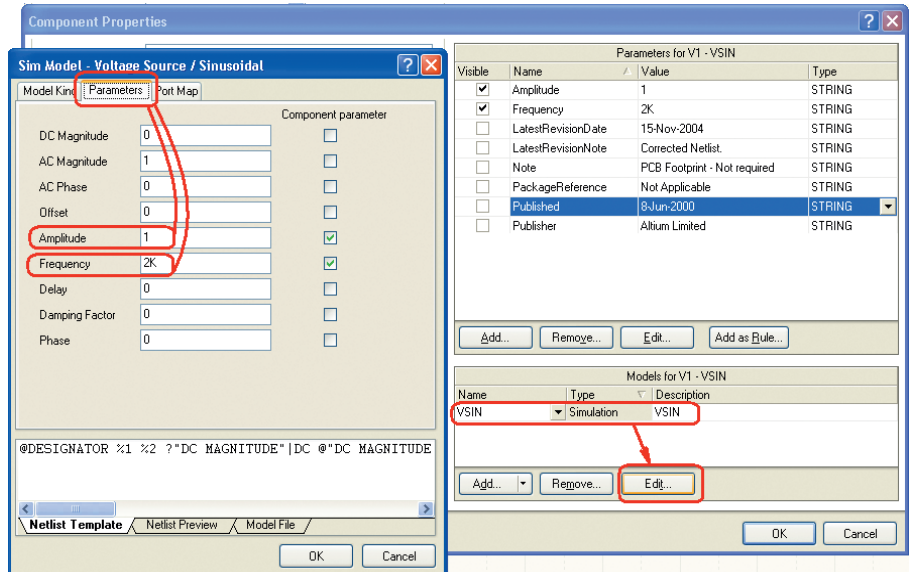

Рис. 2. Установка параметров сигналов
**Шаг 4 – установка параметров компонентов схемы.** В рассматриваемом примере в качестве источника сигнала выступает компонент VSIN, который расположен в подключенной библиотеке *Simulation Sources.IntLib* и представляет собой источник синусоидального сигнала. После установки источника выполняем на нём двойной щелчок мыши и в поле *Models* нажимаем кнопку *Edit* (см. рис. 2). Здесь на вкладке *Parameters* указываем параметры источника (амплитуду и частоту сигнала). Аналогично, в свойствах резистора и конденсатора задаём параметры номинального сопротивления и ёмкости. Подробно все параметры компонентов и источников описаны в [1, 2].